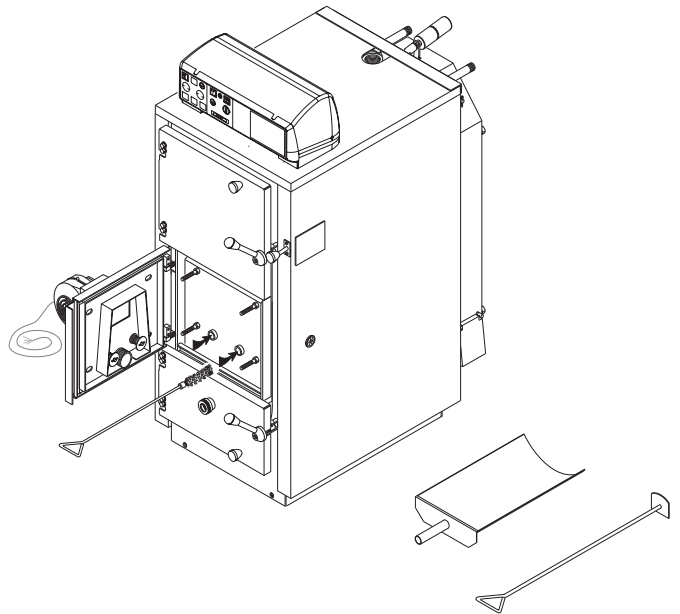

fig. 51
- 2) verificare che i due fori di adduzione dell'aria secondaria che sboccano nella sede di griglia non siano otturati: in questo caso passare con uno **scovolo soffice** in ciascun condotto. L'operazione va eseguita come indicato in fig. 51.
Rimuovere la parete centrale (fig. 51) dove sono montate le valvole di regolazione dell'aria e pulire accuratamente l'intercapedine interna dai residui di catrame, polvere e scaglie di legno entrati dai fori di passaggio dell'aria primaria.